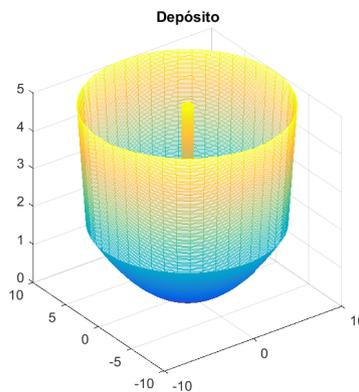

Figura 1: Ejemplo estación depuradora
1. **(50 puntos)** En una estación depuradora de agua, hay que construir un tanque de altura  $H$ . Dicho tanque es un recipiente formado por superficies de revolución. El cierre exterior está formado por un fondo y una pared lateral obtenidos al girar alrededor del eje vertical  $OZ$ , las curvas:  $Fondo_z = \frac{x^2}{9H}$ ,  $Pared_z = \frac{x^2}{H} - 3H$ . Hay un cierre interior alrededor del eje de giro que alojará el equipo de depuración y se obtiene al girar alrededor del eje vertical  $OZ$  las rectas:  $z = 5x$  ( $z$  entre  $0$  y  $H/2$ ),  $x = H/10$  ( $z$  entre  $H/2$  y  $H$ ). En la Figura 1 se muestra el tanque para el caso  $H = 5m$ , el agua se almacenará entre el cierre exterior y el interior, cota mínima  $z = 0$  y cota máxima  $z = 5m$ .